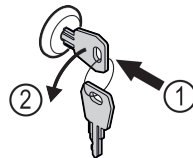

Fig. 170
- ▶ Inserire la chiave. Fig. 170 (1)
- ▶ Ruotare la chiave di 90° in senso antiorario. Fig. 170 (2)